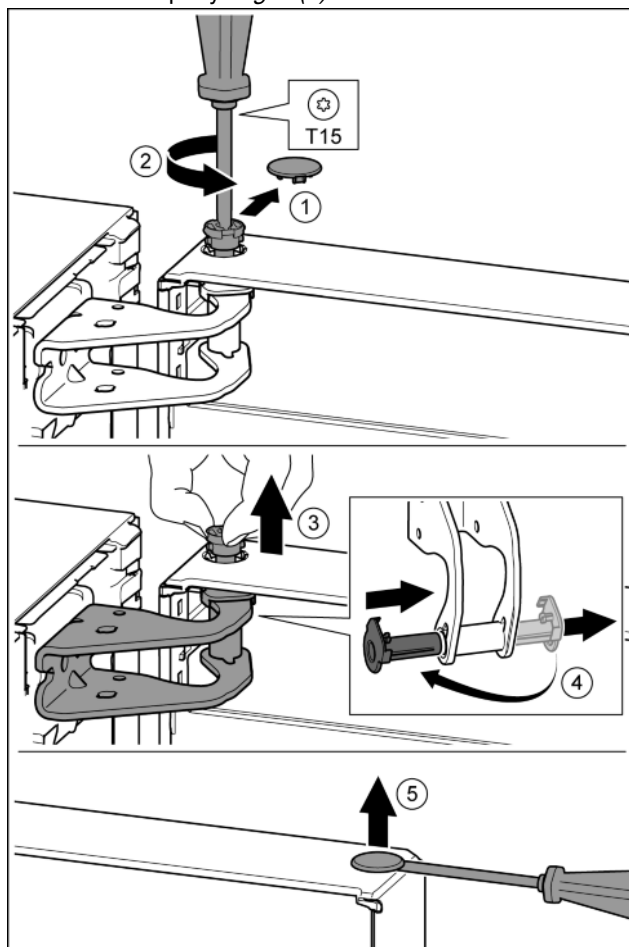

Fig. 9
- Осторожно снять предохранительную крышку. Fig. 9 (1)
- Немного выкрутить палец отвёрткой T15. Fig. 9 (2)
- Удерживать дверь и вытянуть палец рукой. Fig. 9 (3)
- Опорную втулку вывести из направляющей. Установить и зафиксировать с другой стороны. Fig. 9 (4)
- Осторожно приподнять шлицевой отвёрткой заглушку из опорной втулки двери и вынуть. Fig. 9 (5)